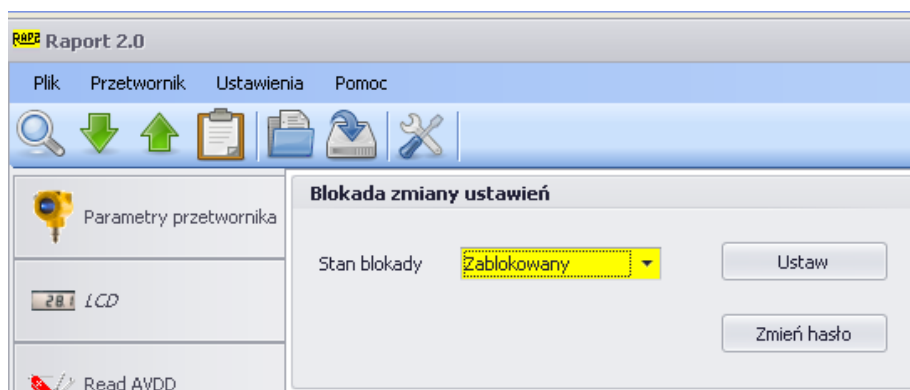

Рисунок 8
- блокировка записи данных в преобразователь при помощи протокола HART, выполненная при помощи коммуникатора или соответствующей программы Raport 2.0 (рисунок 8).